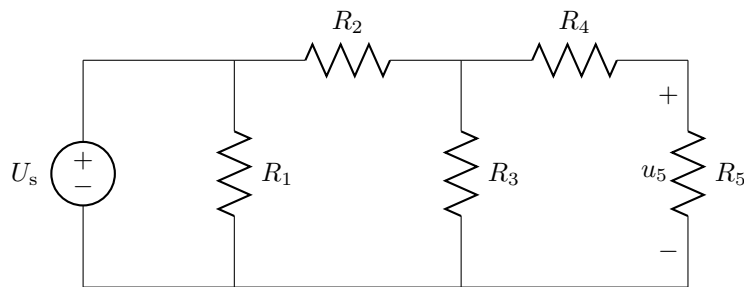

Figura 2.13: Circuito del problema 13.
13. Utiliza los conceptos de divisor de tensión e intensidad para hallar una expresión para  $u_5$  en el circuito de la figura 2.13.